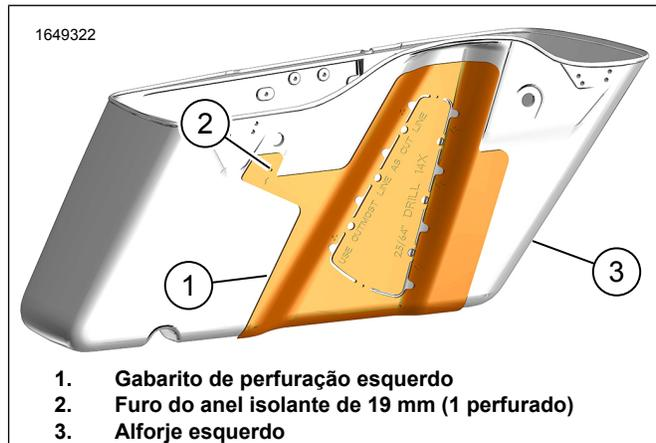

Figura 20. Gabarito de perfuração do alforje esquerdo
- Veja a figura 20. Repita os procedimentos 1-8 do alforje direito.